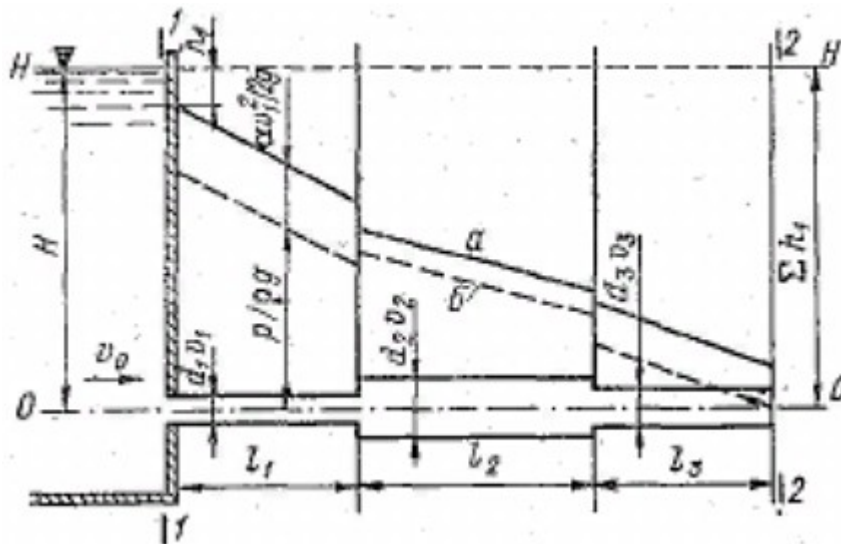

Рис. 2. К расчёту опорного трубопровода.
2) Линии гидравлического и пьезометрического уклонов (см. рис. 2) строятся по данным граф 6 и 8. Для этого необходимо от плоскости отсчета OO в масштабе отложить напор H и в этом же масштабе от напорной линии